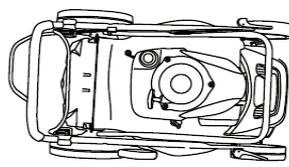

Fig. 12 Position repliée
1. Desserrer le kit de montage (22), placer la poignée inférieure (7) à la hauteur souhaitée et resserrer le kit de montage pour la fixer en position.
2. Libérer les leviers de fixation (10) pour plier la poignée pour le stockage. S'assurer que les câbles (5, 6, 25) ne sont pas coincés, puis serrer les leviers (Fig. 12).